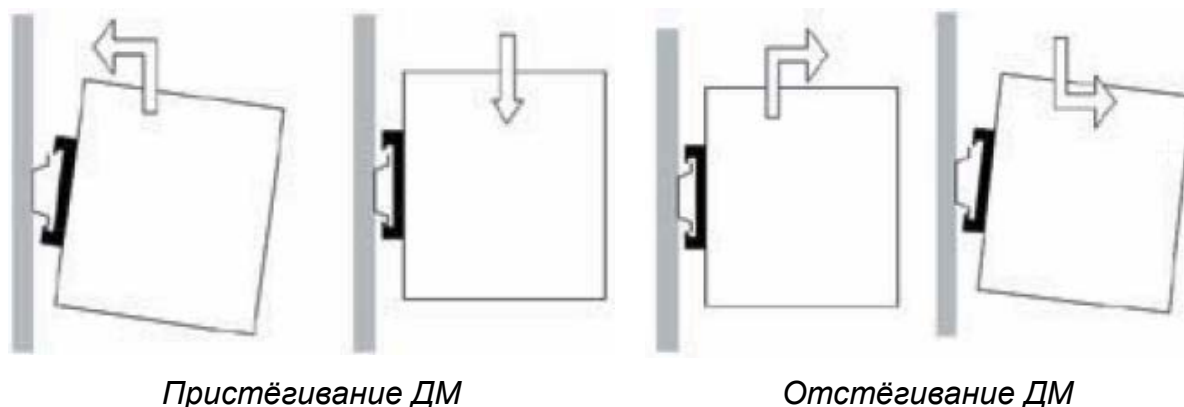

Рисунок 3. Монтаж ДМ
2.2.7 Установка выполняется на монтажной рейке (в соответствии с DIN 50022-35) в корпусе, соответствующем конкретным условиям окружающей среды. Устройства могут "пристегиваться" на монтажную рейку без необходимости использования инструментов (см. рисунок 3).